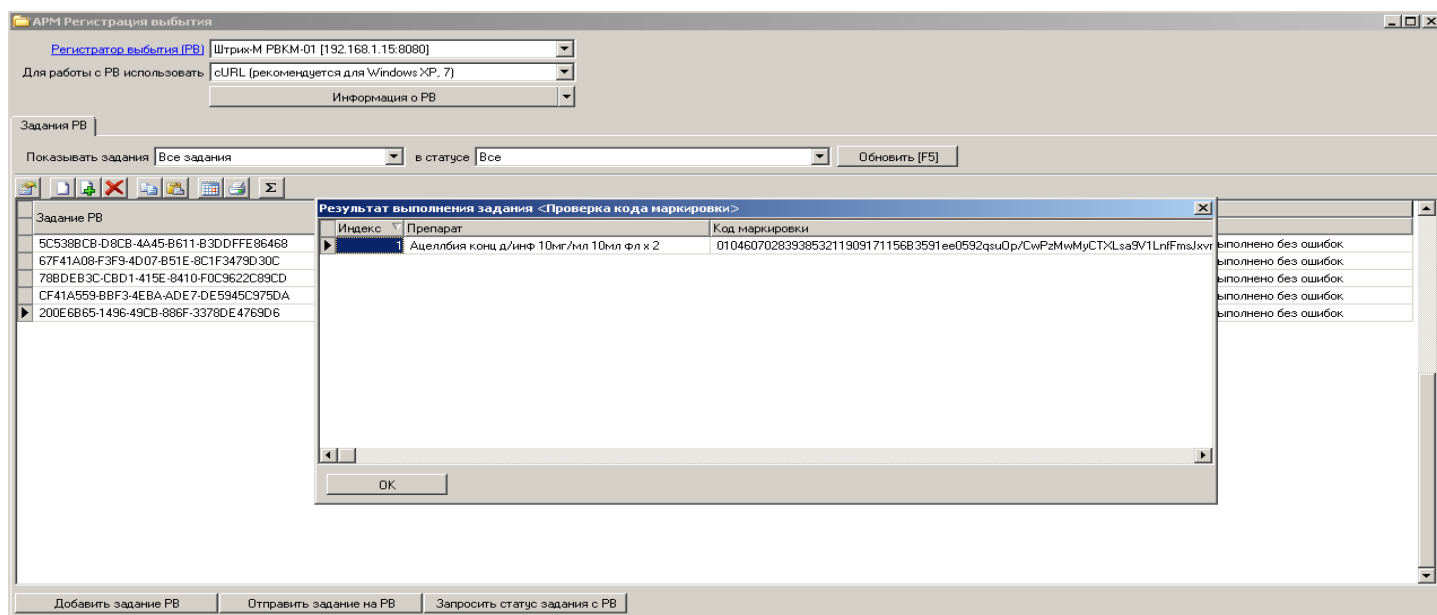

Рис.8
- 8.4. Для просмотра результата выполнения задания достаточно однократно щелкнуть левой кнопкой мыши на строке с заданием в колонке «Статус задания/Описание». Откроется окно, показанное на Рис.8, в котором будет показан результат выполненного задания.